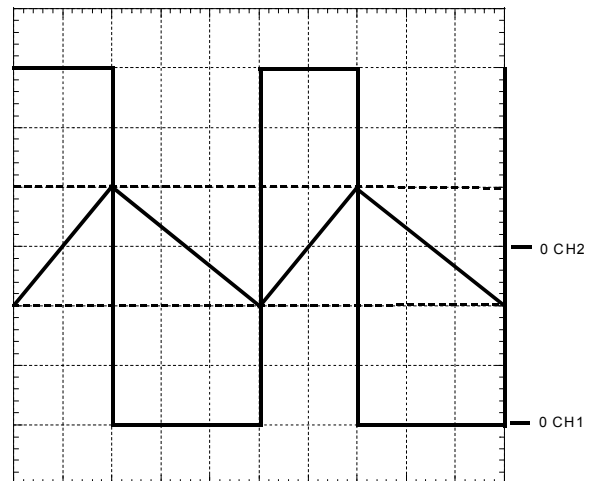

Figure 4
L'oscillogramme de la figure 4 fournit un relevé de tensions effectué alors que la source  $E_0$  fournit une puissance  $P = 3$  kW.
**2.2.4.4.** Dédurre de l'oscillogramme de la figure 4 et des conditions de réalisation de l'essai correspondant (il ne s'agit pas de l'essai initial pour lequel  $E = 100 \text{ V}$  mais de celui présenté à la **question 2.2.4.**) :